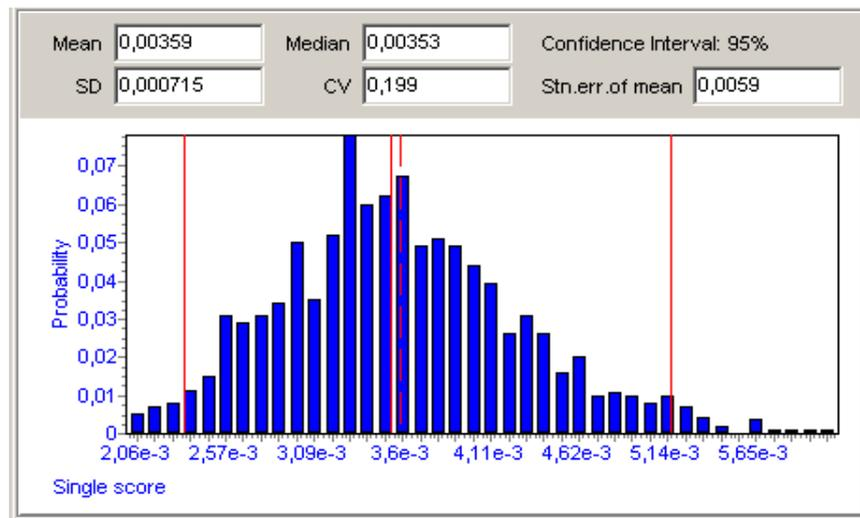

图 24: 蒙特卡洛分析进程状态图。一个需要注意的主要参数是平均值的标准误差。
- 如果您想得到图形化的分布显示，如图 24 所示，您会看到在计算 100 次后图形开始变得有点奇怪。